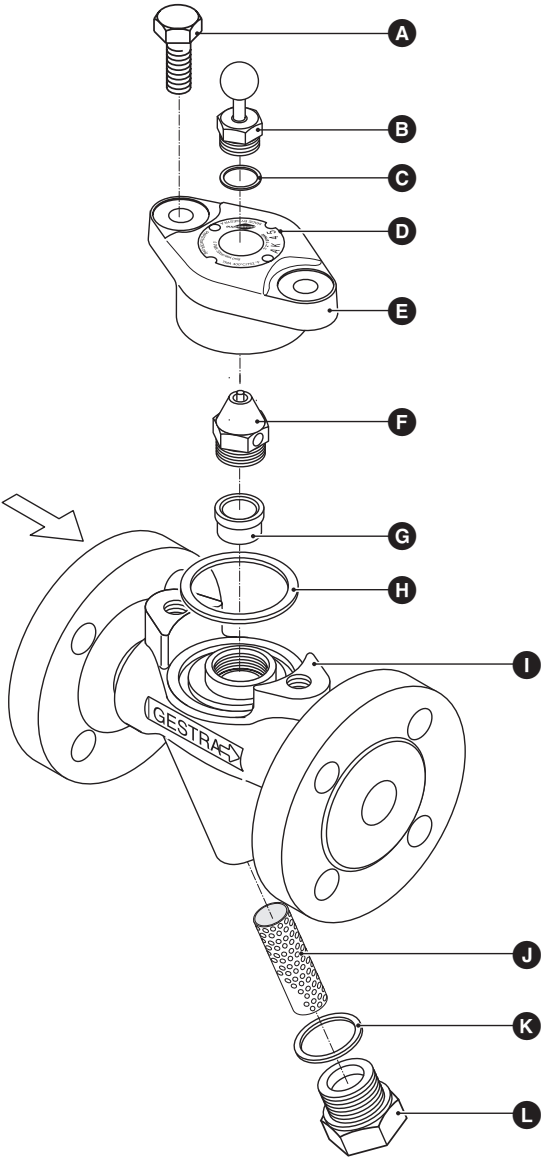

Fig. 2
2. Bouten behuizing **A** losmaken en kap **E** van de behuizing **I** afnemen. **Fig. 2**